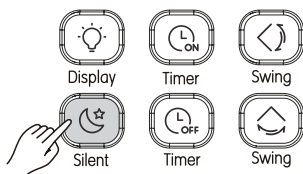

Рисунок 3.14
1) Когда блок находится в режиме охлаждения или нагрева, нажмите  (см. Рис. 3.14), чтобы запустить режим «Бесшумный». На экране отобразится значок .